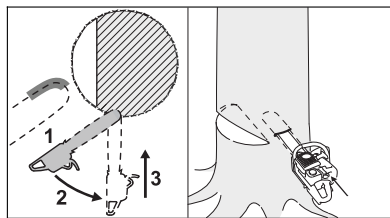

Рис. 19
- Применять пильную цепь со слабой отдачей и работать особенно осторожно (рис. 19)